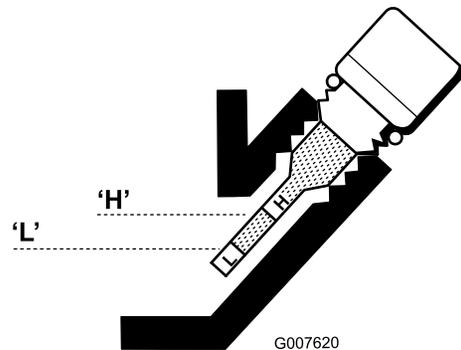

図 27
3. ゲージをウェスできれいに拭き、もう一度差し込む。ゲージはネジ込まずにさし込む。引き抜いて油量を点検する。量が不足している場合には、ゲージの読みが H と L の間になるまで、必要量だけオイルを補給する (図 27)。油量を確認する。入れすぎないこと。